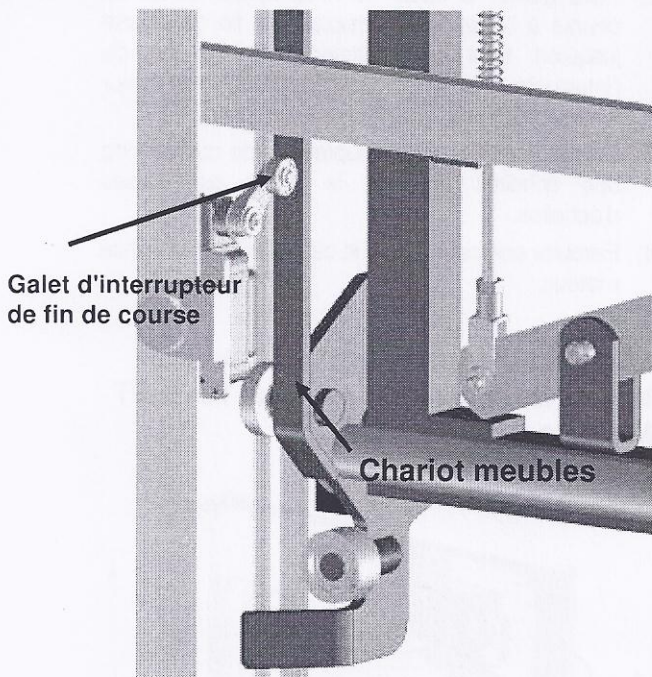

Fig 4-12
4. La position du galet d'interrupteur de fin de course doit être accordée sur le chariot à meubles afférents (fig. 4-12).
5. Passez le câble de connexion (1) derrière la pièce de tête et conduisez-le vers le bas.